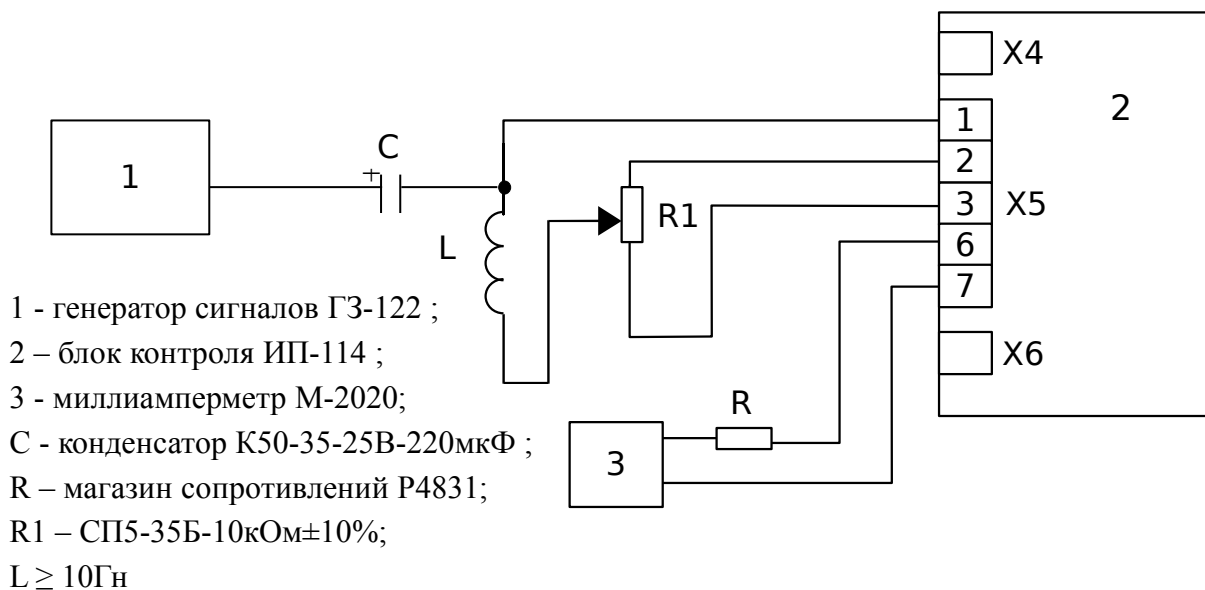

Рис. 5.
4.7. Определение абсолютной погрешности измерения частоты вращения и основной приведенной погрешности унифицированного сигнала проводят по схеме, приведенной на рис.5.
4.8. Определение погрешности срабатывания сигнализации и проверка срабатывания контактов реле производится по схеме рис. 5.